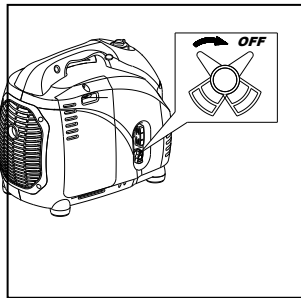

Fig.26
3. Girar la Llave de paso del carburante en posición "OFF" (Fig.26).